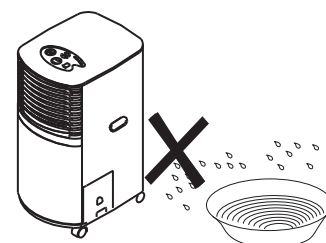

fig. 3
- Brug ikke apparatet i fugtige omgivelser som f.eks. badeværelse eller vaskerum (fig. 3).